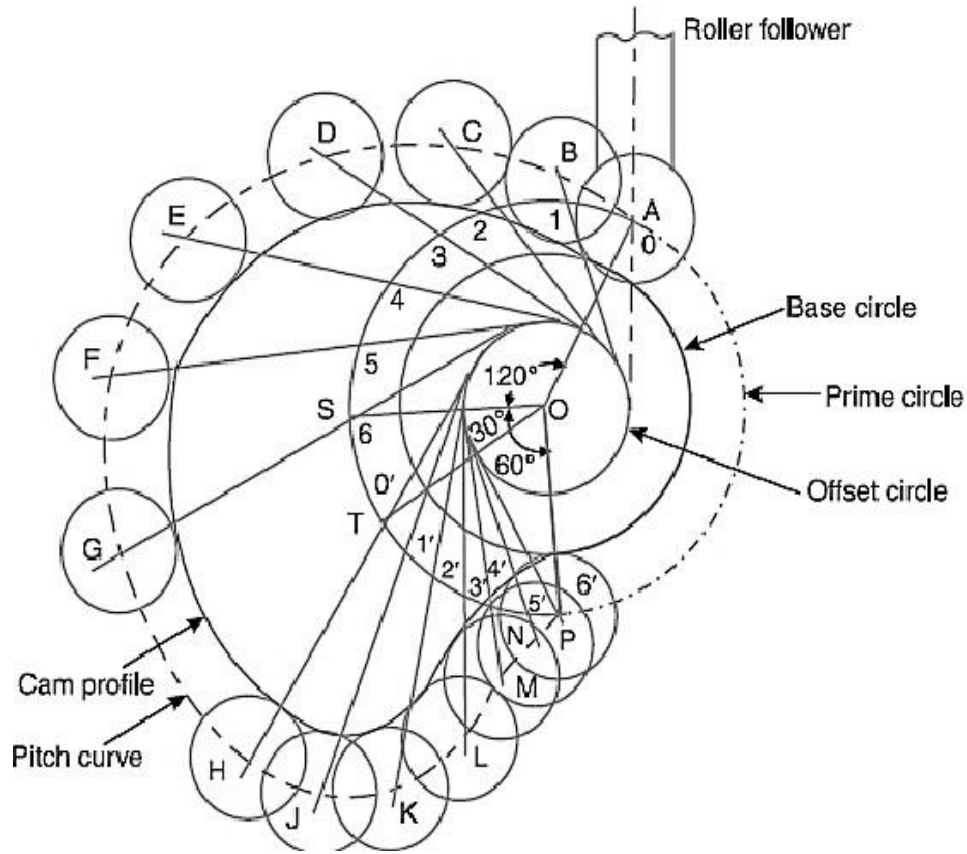

Fig 3.4.6
- FIGURE 3.4.6 मध्ये दर्शविल्याप्रमाणे वर्तुळांच्या तळाशी असलेले बिंदू वळणदार वक्र रेषेने जोडा . हे कॅमचे आवश्यक प्रोफाइल आहे.